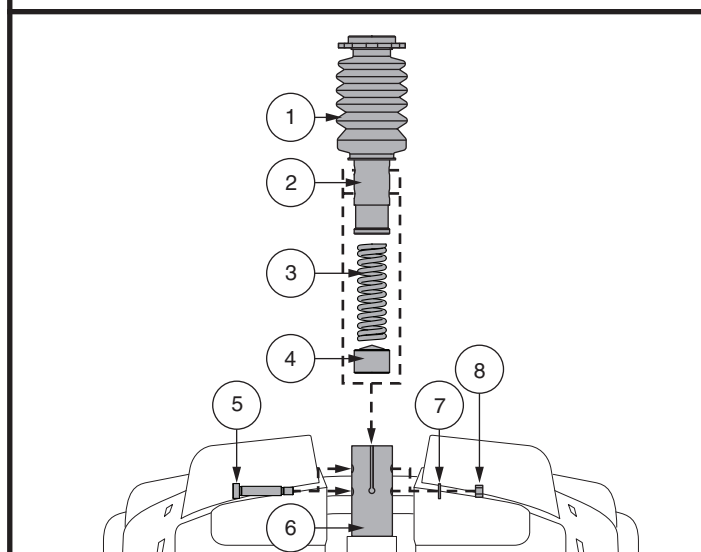

Figure 22. Réglage hauteur du siège - Montant du siège confort
4. Poussez vers le bas le montant du siège tout en desserrant et en enlevant le boulon à épaulement, la rondelle et l'écrou. Voir la figure 22.